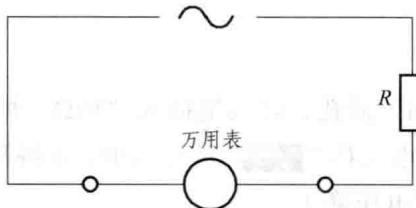

图 2.2 交流电流测量电路
- (1) 将黑表笔插入“COM”插孔，当测量最大值为 200 mA 的电流时，红表笔插入“mA”插孔；当测量最大值为 20 A 的电流时，红表笔插入“20 A”插孔。
- (2) 将功能开关置于交流电流挡“A~”量程，并将测试表笔串联接入待测电路中，如图 2.2 所示。